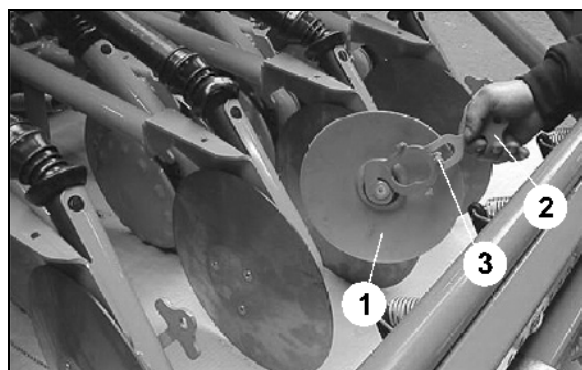
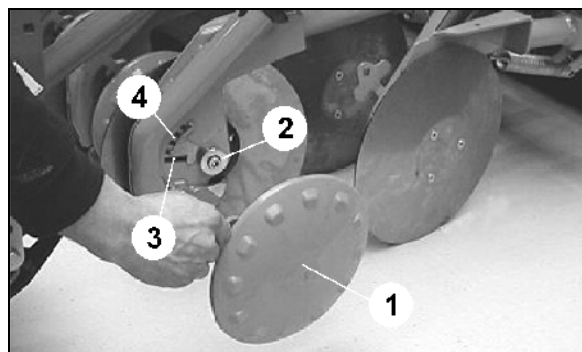
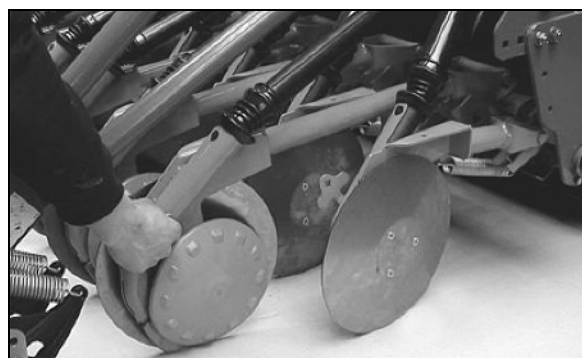

Bild 85
Bild 86
Bild 87
1. Ta tag i RoTeC⁺-djupbegränsningsskivan (Bild 85/1) med handtaget (Bild 85/2) och tryck djupbegränsningsskivan (Bild 86/1) nerifrån mot spärren på (Bild 86/2) RoTeC⁺-billen. Skarven (Bild 85/3) ska fatta in i skåran (Bild 86/3).
3. För att ställa in arbetsdjupet drar man handtaget över spärren (Bild 86/4) och uppåt (Bild 87).